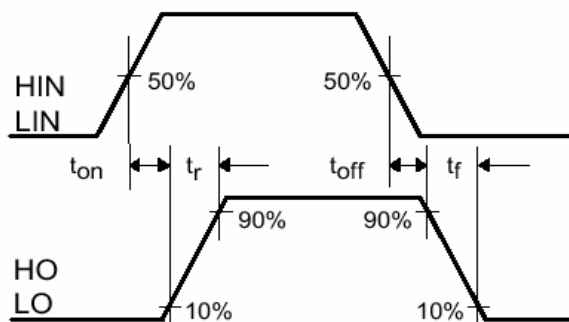
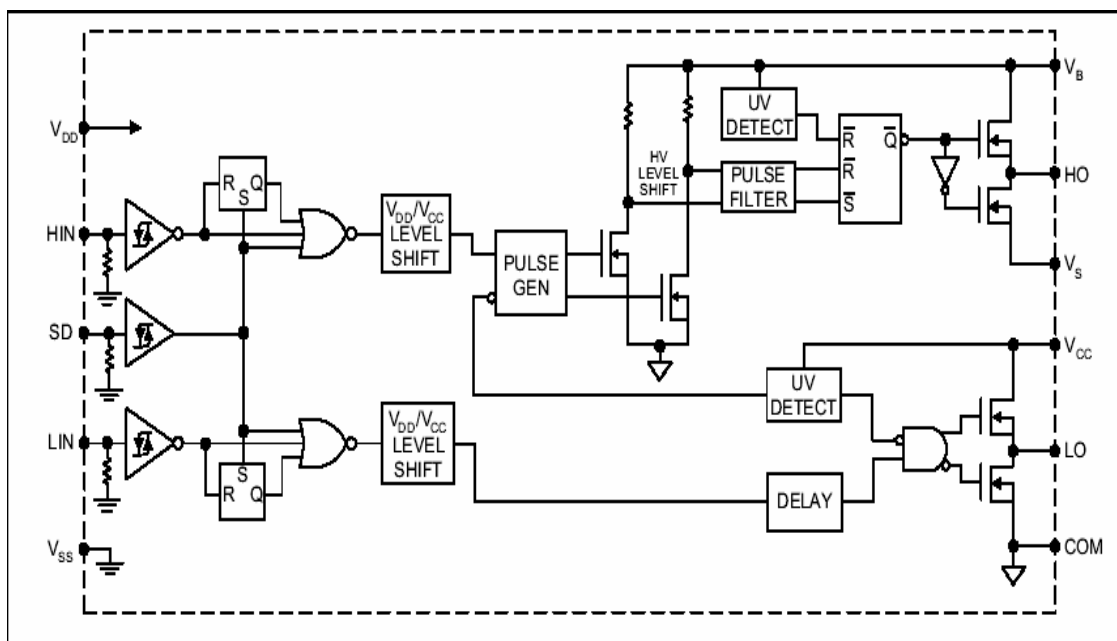

図 1 スイッチング時間の
図4 機能ブロック図 (IRS2110/IRS2113)
- t_{on} (オンするときの伝播遅延時間) : HIN (またはLIN) の入力電圧が立ち上がり、最大値の 50%に達してから、HO (またはLO) の出力電圧が最大値の 10%に到達するまでの時間です。ハイ・レベルの信号が入力HIN (またはLIN) に加わったときから、出力HO (またはLO) がハイ・レベルへ動き始めるまでの時間を反映しています。図 1 (データシートでは図 4) を参照してください。
データシートには図4のような機能ブロック図が掲載されています。入力ピンのプルダウン抵抗、レベルシフト回路、ハイサイドやローサイドの駆動回路、UVLO機能のための供給電圧低下の検出回路などICの内部機能を示しています。